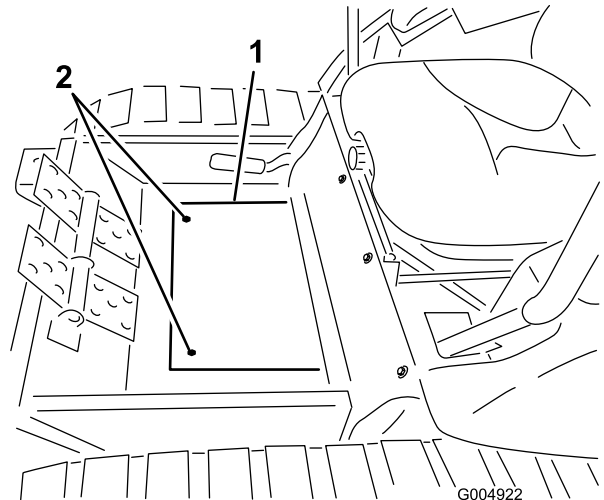

Figura 104
26. Retire los 2 tornillos que sujetan la cubierta de la chapa de suelo del bastidor de invierno al suelo, y retire la chapa (Figura 104).